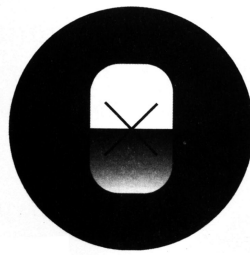

图 2
8. 旋转调节手轮,使明暗分界线准确对准交叉线的交点。(图2)